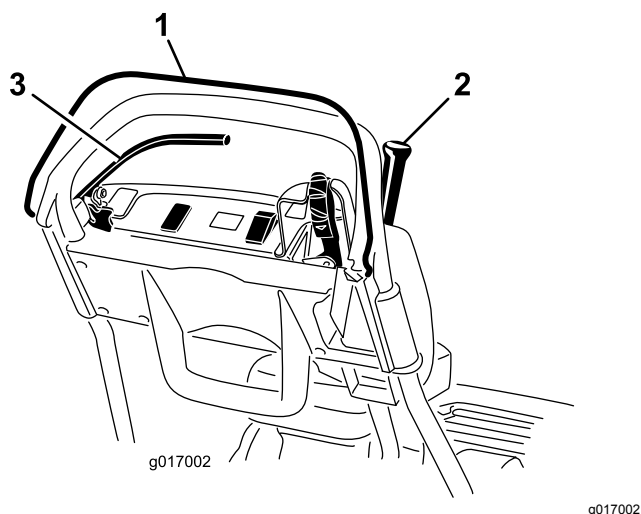

图34
3. 放开操作员到位控制装置后尝试接合牵引杆 图34。牵引杆应该不能接合。如果牵引杆能够接合则需要对联锁系统进行维修。请在操作机器之前纠正该问题请参阅 维护牵引联锁开关 (页码 32)。
4. 压下操作员到位控制装置并接合牵引杆后松开操作员到位控制装置图34。牵引杆应脱离。如果牵引杆不能分离则需要对联锁系统进行维修。请在操作机器之前解决该问题。请参阅 维护牵引联锁开关 \(页码 32\)。
5. 压下操作员到位控制装置并将换挡控制杆移至左侧接合牵引和滚刀驱动装置然后松开操作员到位控制装置图34。牵引杆应脱离。如果牵引杆不能分离则需要对联锁系统进行维修。请在操作机器之前纠正该问题请参阅 维护牵引联锁开关 \(页码 32\)或 调整滚刀控制装置 \(页码 34\)。